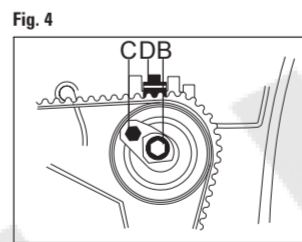

Fig. 4
- FIGURE 4 Desserrez le boulon de blocage B et tournez le tendeur de courroie dans le sens des aiguilles de la montre sur l'excentrique de réglage C, aligner l'indicateur D dans la zone de contrôle, ensuite serrer l'écrou de blocage B. Tension à la température de 50° C.